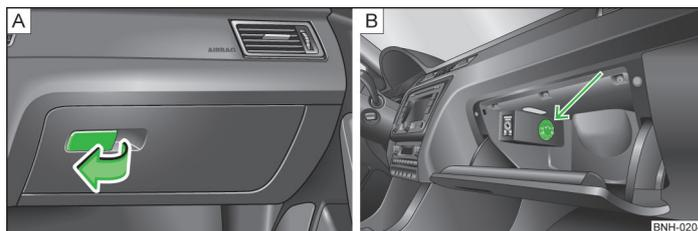

Fig. 56 Abrir compartimento guardaobjetos / manejar la entrada de aire
➤ Tirar del tirador de la tapa en el sentido de la flecha » fig. 56 - **A**) y abatirla.
- Girando el conmutador giratorio » fig. 56 - **B**) en el sentido contrario a las agujas del reloj se abre la entrada de aire.